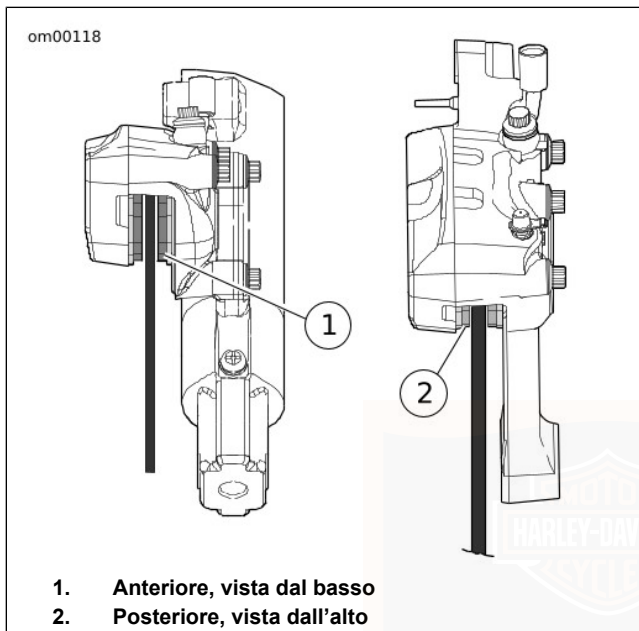

Figura 34. Materiale di attrito dei freni
1. Vedere Figura 34. Controllare il disco del freno mentre gira. Il disco deve essere centrato nella pinza del freno.